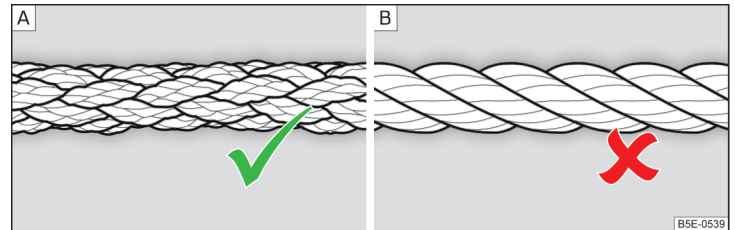

Abb. 140 Geflochtenes Abschleppseil / Gewundenes Abschleppseil
Zum Abschleppen ist ein geflochtenes Abschleppseil zu verwenden » Abb. 140 - A.
- Zum Abschleppen ist kein gewundenes Abschleppseil zu verwenden » Abb. 140 - B, die Abschleppöse könnte sich am Fahrzeug herausdrehen - es besteht Unfallgefahr.